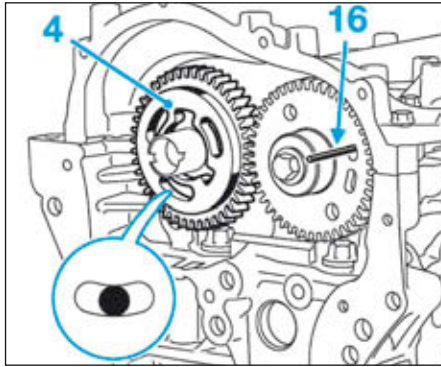

FIG.37
- Centrer les lumières du pignon de distribution (4) côté échappement sur les trous du moyeu de l'arbre à cames (Fig.37).
- Placer le pignon (4) en butée sur le moyeu d'arbre à cames.
- Déposer la goupille (16) de verrouillage.